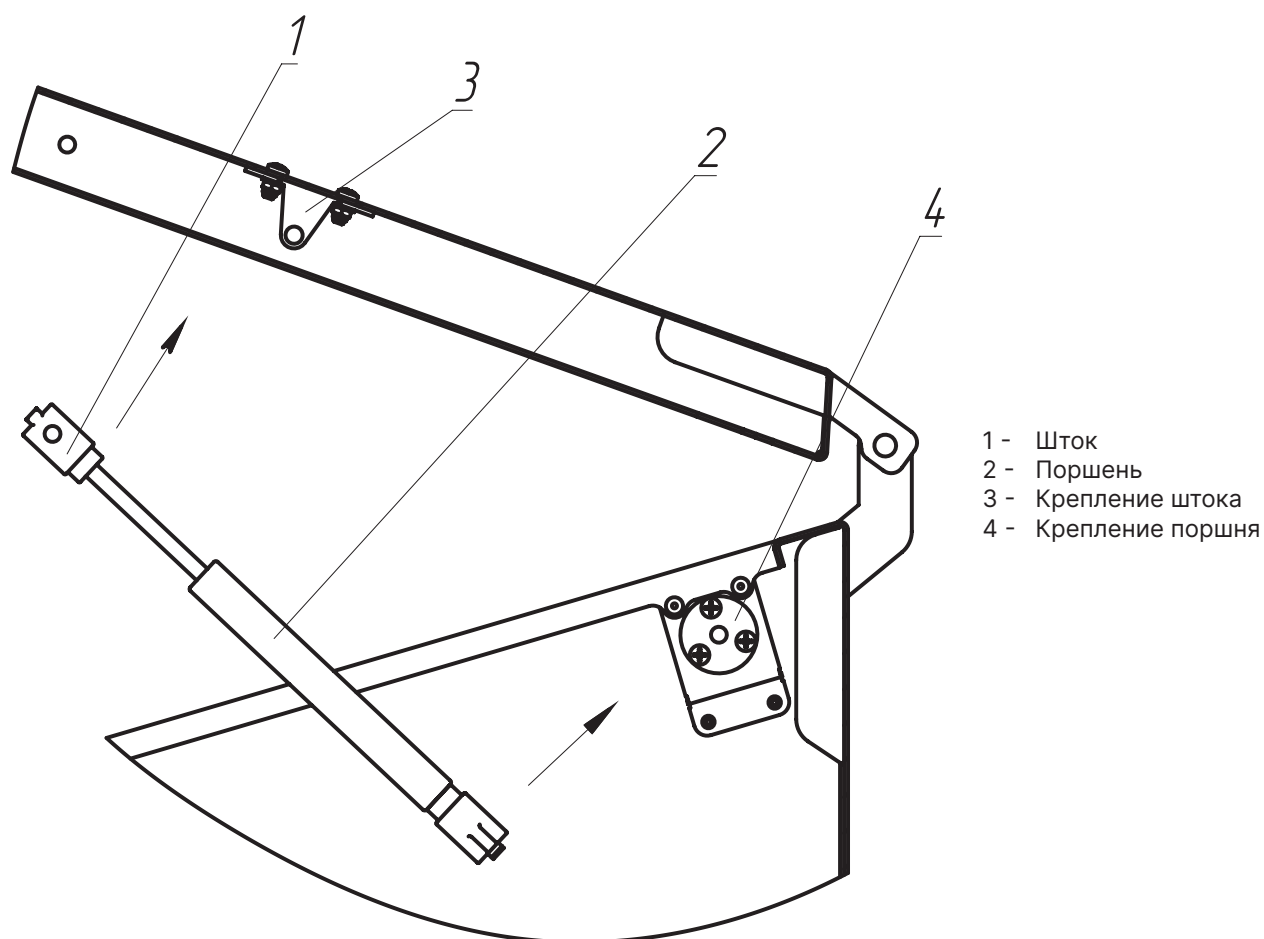

Рис. 13 Установка газлифтов на топливный бункер
3. Защелкните поршень (**Рис. 13, поз. 2**) в крепление поршня (**Рис. 13, поз. 4**) на боковой стенке бункера. Убедитесь в надежной фиксации;
4. Защелкните шток (**Рис. 13, поз. 1**) в крепление штока (**Рис. 13, поз. 3**) на крышке бункера. Убедитесь в надежной фиксации;